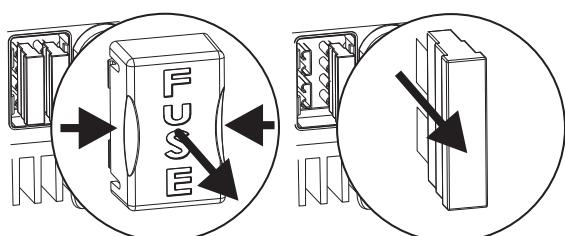

Figura 2
- Asegúrese de que la salida de la fuente de alimentación (batería) está desconectada durante la instalación. Para evitar situaciones peligrosas, asegúrese también de que ningún usuario esté conectado a la batería. Quite la cubierta de la caja de fusibles y saque el(s) fusible(s) (figura 2).